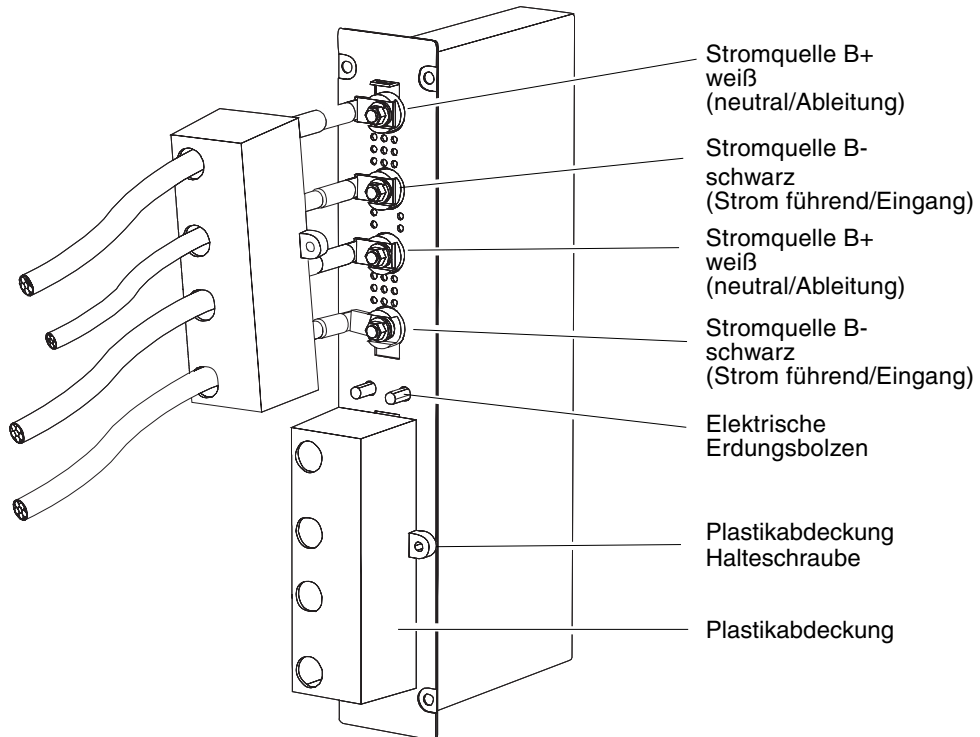

ABBILDUNG 1-24 Gleichspannungsanschlussblock, Plastikabdeckung für Eingang B abgenommen und Anschlüsse freiliegend
2. Nehmen Sie die Plastikabdeckungen vom Gleichspannungsanschlussblock ab (ABBILDUNG 1-24).
- e. Für jedes Speisespannungspaar muss ein Erdungsanschluss an den Erdanschlusstiften vorhanden sein (ABBILDUNG 1-24).